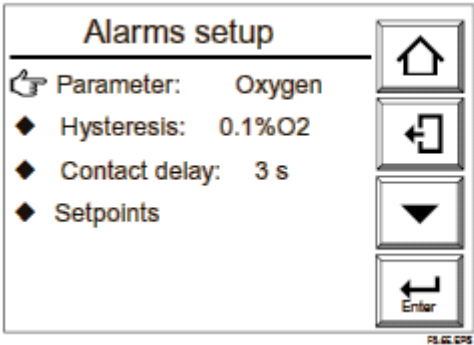
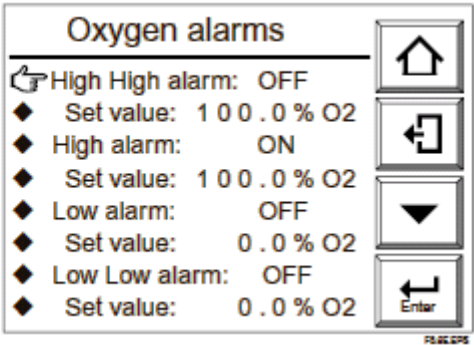

图 8.5 报警设置显示
图 8.6 氧报警设置显示
- (1) 基本面板显示下按设置键以显示执行/设置显示。
- (2) 在执行/设置显示下，选择设置。然后出现“命令”(设置)显示。
- (3) 在“命令”(设置)显示中选择报警设置。然后出现报警设置图，见图 8.5。
- (4) 在报警设置显示中选择滞后。接头出现数字输入显示。输入期望的滞后值，如氧浓度的百分比。如设置成 2.5% O₂，输入“0025”。滞后值可在 0~9.9% O₂ 范围内设定。
- (5) 在报警设置显示中选择触点延迟。接头出现数字输入显示。输入期望的延迟时间。如设置 3 秒延迟时间，输入“003”。延迟时间可在 0~255 秒范围内设定。
- (6) 在报警设置显示中选择设置点。然后出现氧报警显示。如图 8.6 所示。
- (7) 在氧浓度报警显示中选择“High alarm”(上限报警)，接头出现“off”和“ON”选择显示。如果选择“ON”，上限报警打开(可能/不可能)。
- (8) 要设置上限报警值，在上限报警下选择“设定值”。接着出现“off”“on”选择显示。输入报警值(百分氧浓度)。如果你想设置报警值为 10% O₂ 值，输入“010”。
- (9) 用上述同样的步骤设置其它报警设置。